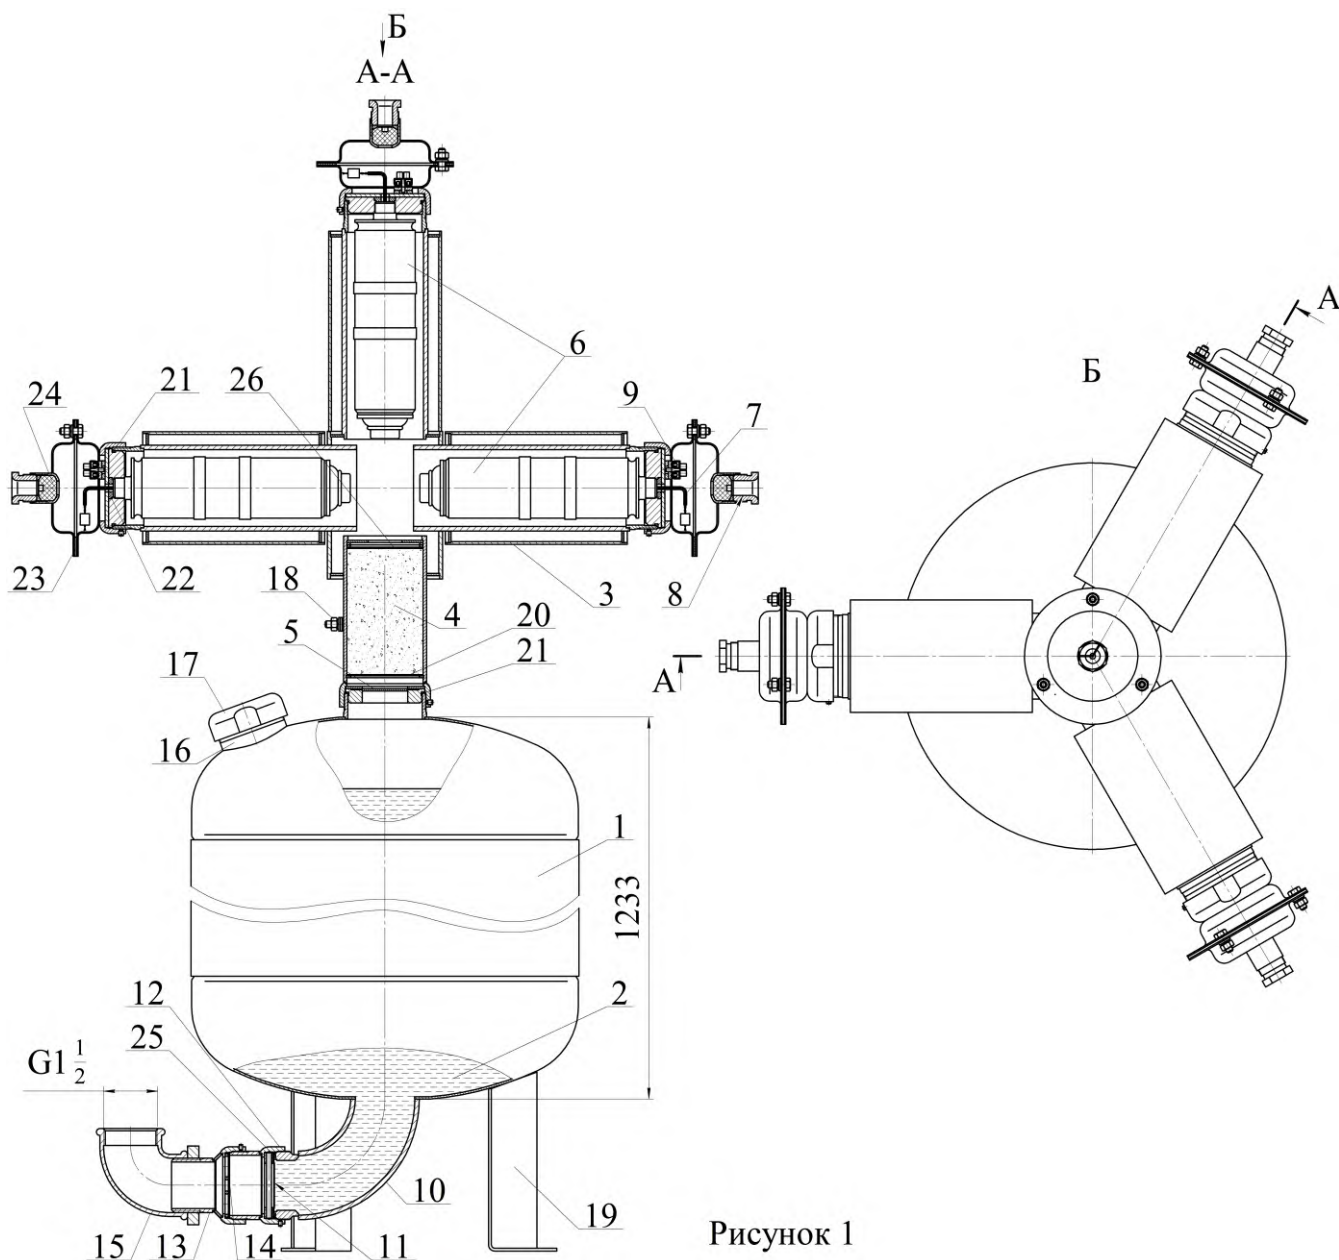

Рисунок 1
4.1.1 МУПТВ (см. рисунок 1) состоит из корпуса **1**, заправленного ОТВ **2**, газогенерирующего устройства **3** и мембранного рабочего узла, смонтированного в нижней части модуля. Канал с фильтрующим веществом **4**, соединяющий газогенерирующее устройство **3** с внутренней полостью корпуса **1**, загерметизирован эластичной прокладкой **5**. В корпусе газогенерирующего устройства установлены 4 ИХГ **6** с элементами электропусковыми **7**. Газогенерирующее устройство для каждого ИХГ снабжено вводными коробками с герметичными кабельными вводами **8**. Монтажные кабели через кабельные вводы **8** входят во вводную коробку и через зажимы контактные винтовые **9** соединяются с проводами элементов электропусковых **7**. В мембранном узле сопловое отверстие **10**, предназначенное для выхода ОТВ, перекрыто срезной мембраной **11**, которая поджата гайкой **12**. С гайкой **12** через штуцер **13** с закрепленным в нем фильтрующим элементом **14** присоединен угольник **15** с внутренней резьбой G1¹/₂, предназначенный для соединения МУПТВ с трубной разводкой. В верхней части корпуса расположены горловина **16** для заливки ОТВ и предохрани-
разводку с угольником **15** (см. рисунок 1). Закрепить опоры **19** к полу, координаты крепежных отверстий на опорах показаны на рисунке 2.
Залить в отверстие верхней горловины **16** (см. рисунок 1) воду (питьевую либо дистиллированную) (температура воды должна быть плюс ($15...25$) $^{\circ}\text{C}$ объемом $87,5^{+0,3}$ дм³. Открыть упаковки с жидкими добавками к воде и залить их в отверстие верхней горловины **16**.
6.5.3 Полученный раствор ОТВ порциями залить в отверстие верхней горловины **16** (см. рисунок 1). Для окончательного приготовления ОТВ открыть упаковки с жидкими добавками и залить их в отверстие верхней горловины **16**.
7.3 Комплект поставки для перезарядки МУПТВ (см. рисунок 1):